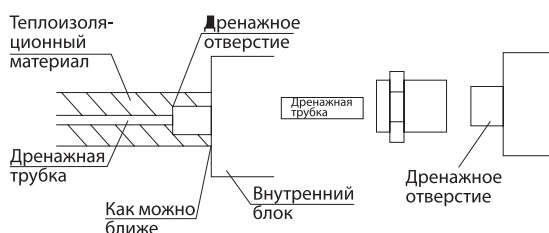

Рисунок 18 - Подсоединение дренажной трубки к внутреннему блоку
- Дренажный трубопровод должен быть надлежащим образом изолирован, чтобы предотвратить образование конденсата. Толщина теплоизоляционного материала должна быть не менее 9 мм (см. рис. 18).